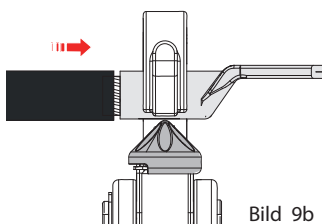

Bild 9b
- ▶ Schieben Sie den Leiter vollständig in den Verbinder (s. Bild 9b).